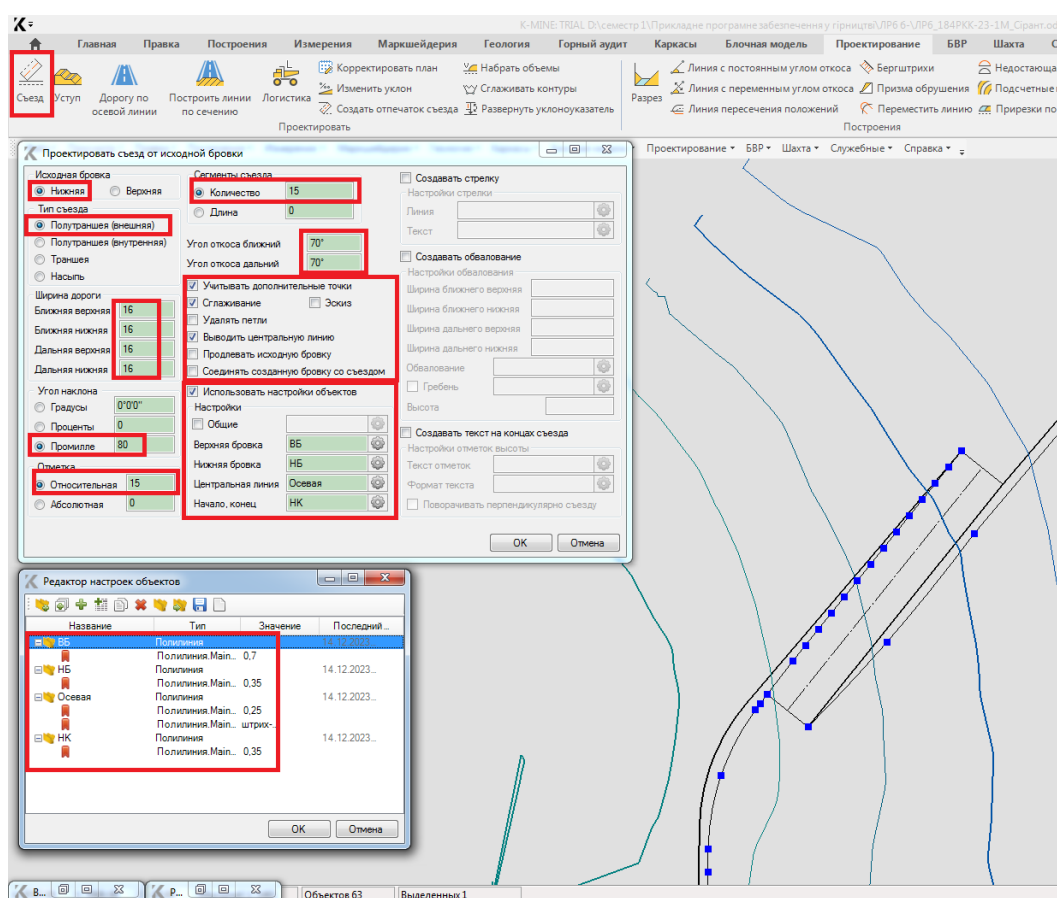

Рисунок 2.2 - Побудова з'їзду
8. Побудуйте з'їзд (зовнішня півтраншея) від нижньої брівки шириною 32 м з ухилом 80 промілле на 15 м. Врахуйте згладжування ліній, задайте налаштування для верхньої і нижньої брівок, вісьової лінії, початку і кінця з'їзду (рис.2.2).